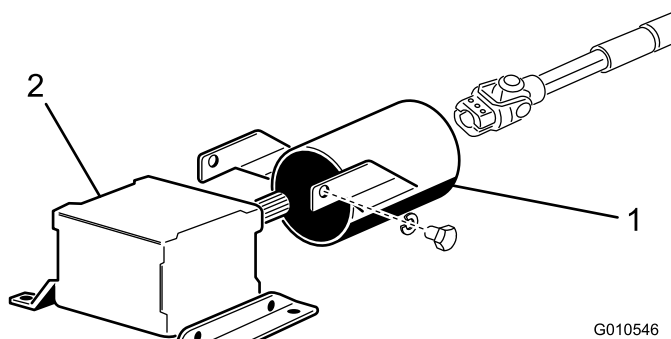

Figura 7
1. Retire los 2 tornillos de caperuza y las arandelas de freno que sujetan los soportes de montaje del protector de la toma de fuerza a la caja de engranajes (Figura 7).
2. Deslice el protector del árbol de la toma de fuerza sobre el árbol de la toma de fuerza, posicionando el protector según se muestra en Figura 7.